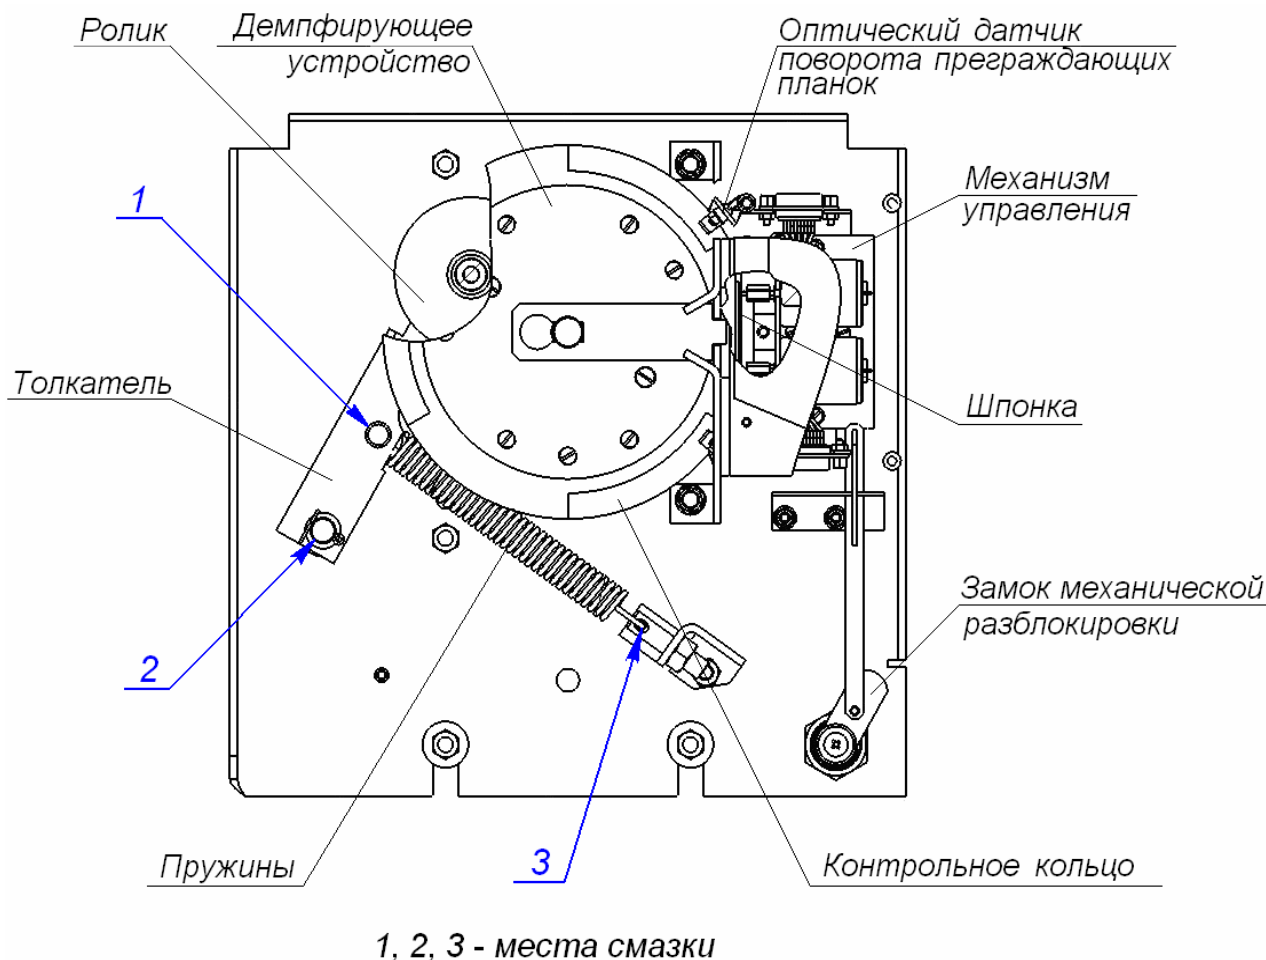

Рисунок 13. Расположение внутренних деталей и узлов стойки турникета (плата CLB условно не показана)
1. Снимите с турникета крышку с блоком индикации (2). Порядок снятия крышки описан в разд. 6.
2. Проведите визуальный осмотр устройства доворота (толкателя, пружин и ролика), оптических датчиков поворота преграждающих планок и демпфирующего устройства (см. рис. 13).
4. Выполните смазку узлов трения устройства доворота смазкой ШРУС-4. Смазку производите в следующих точках (см. рис. 13):
- механизм секретности замка механической разблокировки (15) через замочную скважину;